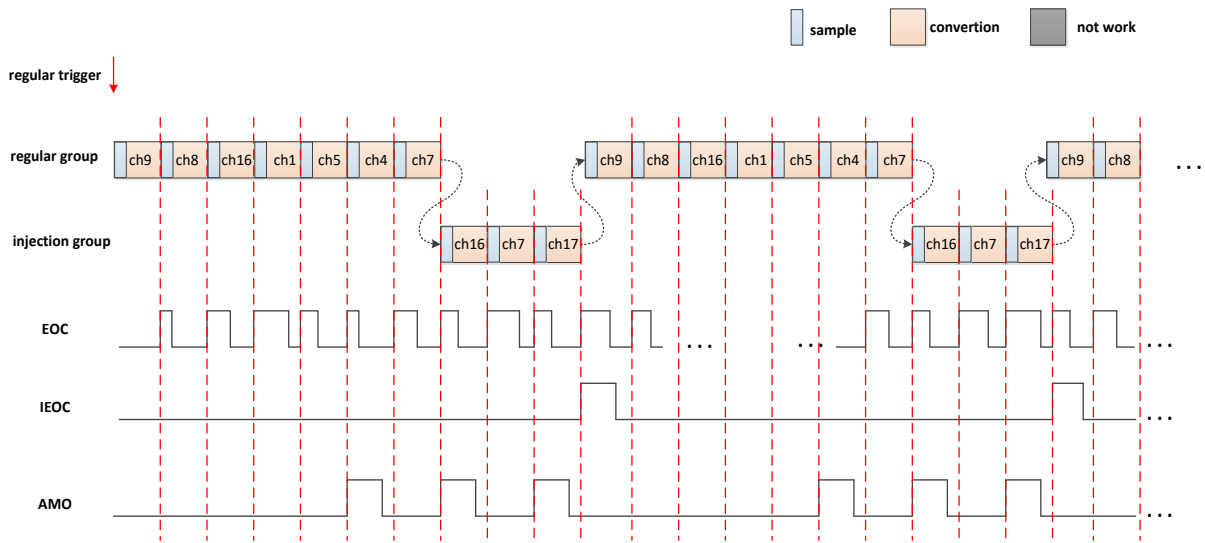

图 9-21 情形 1 下的三个标志行为
**【情形 1】**对于 mode1 至 mode6，同时生成 EOC 和 IEOC 标志。对于所有 8 种模式，同时生成 AMO 标志。有关三个标志的详细信息（基于模式 6），如图 9-21 所示。